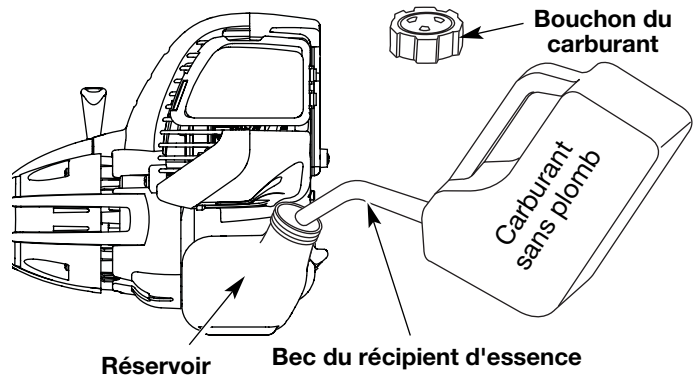

Fig. 8
- Déposez le bouchon à essence (Fig. 8).